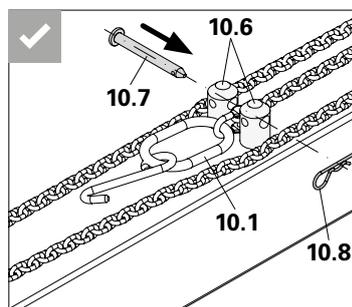

Fig. A3.05
- L'anneau 1 (10.1) est placé devant les deux manchons. (Fig. A3.05)
7. Insérer les boulons (10.7) dans les trous des deux manchons. (Fig. A3.05)
8. Insérer la goupille de sécurité (10.8) à travers le trou dans le boulon. (Fig. A3.05)
La chaîne (10.9) est-elle placée entre les deux manchons (10.6) ? (Fig. A3.05)